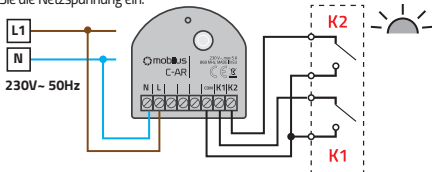

Abb. 5
2. Schließen Sie das **MOBILUS C-AR**-Modul gemäß dem Diagramm in Abb. 5 an.